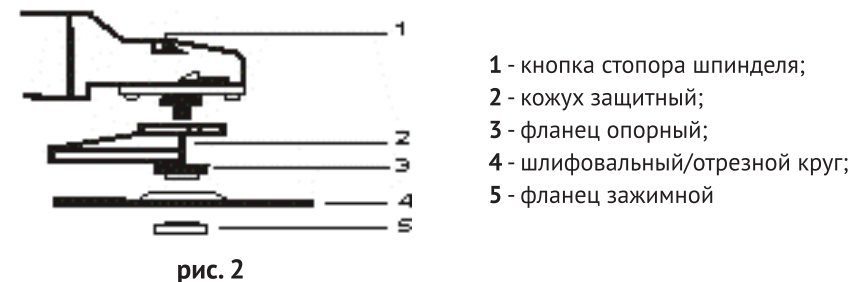

рис. 2
2.2.1 Выбрать круг (рис.2 поз.4), для предполагаемого вида работы, и зажимным фланцем (рис.2 поз.5) зафиксировать его, с помощью входящего в комплект ключа, на шпинделе.
3.3 Для монтажа рабочего круга (рис.2 поз.4) отключите от сети штепсельную
вилку шлифмашины. Зафиксировав шпиндель нажатием кнопки (рис.2 поз 1) механизма стопора, установите круг в соответствие с рис.2. Для закручивания зажимного фланца (рис.2 поз.5) используйте ключ, имеющийся в комплекте поставки. Не прилагайте чрезмерного усилия при затяжке. Проверьте вращение шпинделя с кругом (вращение должно быть свободным).
3.5 В случае затруднения демонтажа рабочего круга, во избежание поломки стопора (рис.2 поз.1), используйте гаечный ключ для удержания шпинделя шлифмашины.